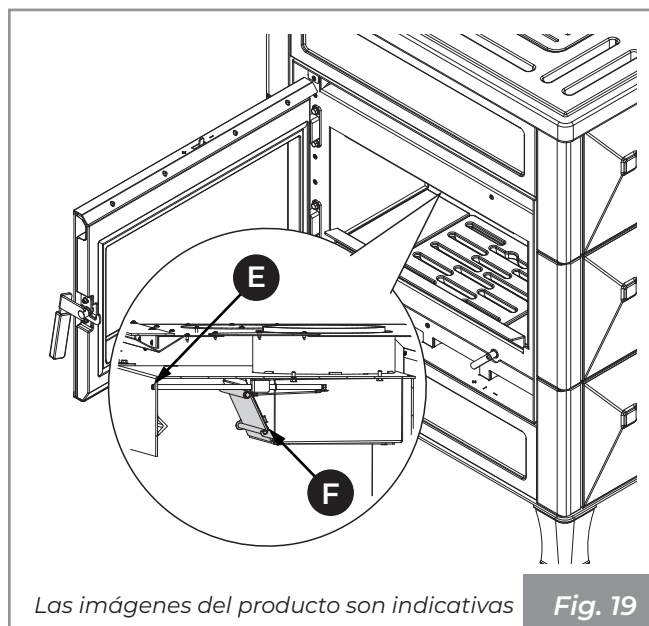

Fig. 19
3. Aflojar el tornillo (E) con el fin de posicionar a tope la válvula de bypass (F) en la caja (Fig. 19).